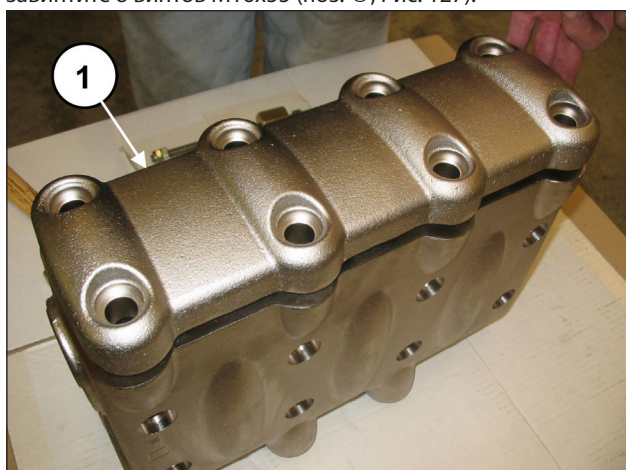
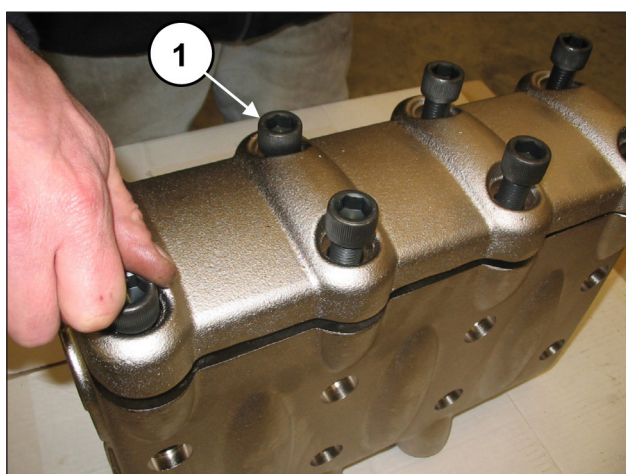

Рис. 126
Рис. 127
Вставьте пробку клапана вместе с уплотнительным кольцом круглого сечения и упорными кольцами. После завершения монтажа клапанных узлов и пробки клапана установите крышку клапанов (поз. ①, Рис. 126) и закрутите 8 винтов M16x55 (поз. ①, Рис. 127).